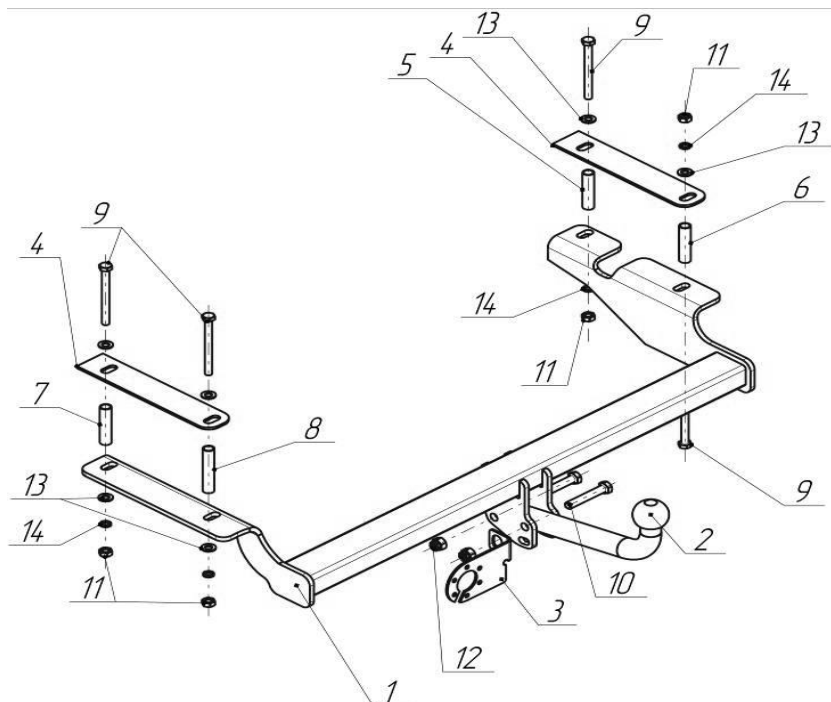

Рис.1 Установка на автомобиль
- Совместить отверстия А и В (рис.1) на кронштейнах ТСУ с имеющимися в лонжеронах автомобиля отверстиями и по отверстиям С и D на кронштейнах ТСУ просверлить сквозные отверстия Ø11мм в лонжеронах автомобиля;
- Закрепить ТСУ поз.1 (рис.1) к автомобилю крепежными элементами поз.9,11,13,14 с дистанционными втулками поз.5,6,7,8;